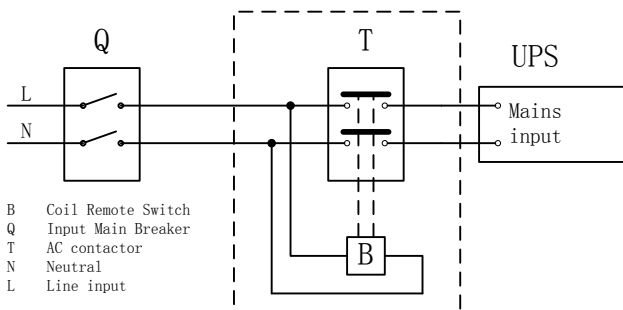

Fig.4-6 Installation du dispositif de coupure externe
- 1) Il est conseillé d'installer un dispositif de protection externe contre les retours d'énergie entre l'entrée secteur et l'ASI (voir Fig.4-6). Après avoir installé le dispositif, une étiquette d'avertissement doit être apposée, portant l'indication ci-après ou équivalent sur le contacteur CA externe : RISQUE DE RETOUR DE TENSION. Arrêter l'ASI avant d'intervenir sur ce circuit, puis s'assurer de l'absence de tension dangereuse entre chaque borne.